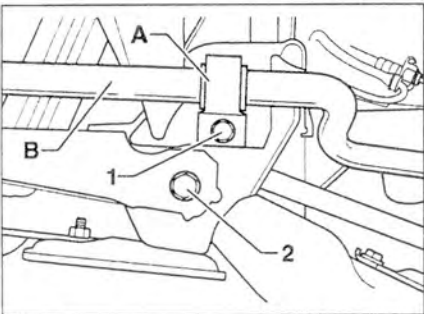

Рис. 6.3. Открутите болты 1 с обеих сторон:
2. Открутите болты 1 с обеих сторон (рис. 6.3).